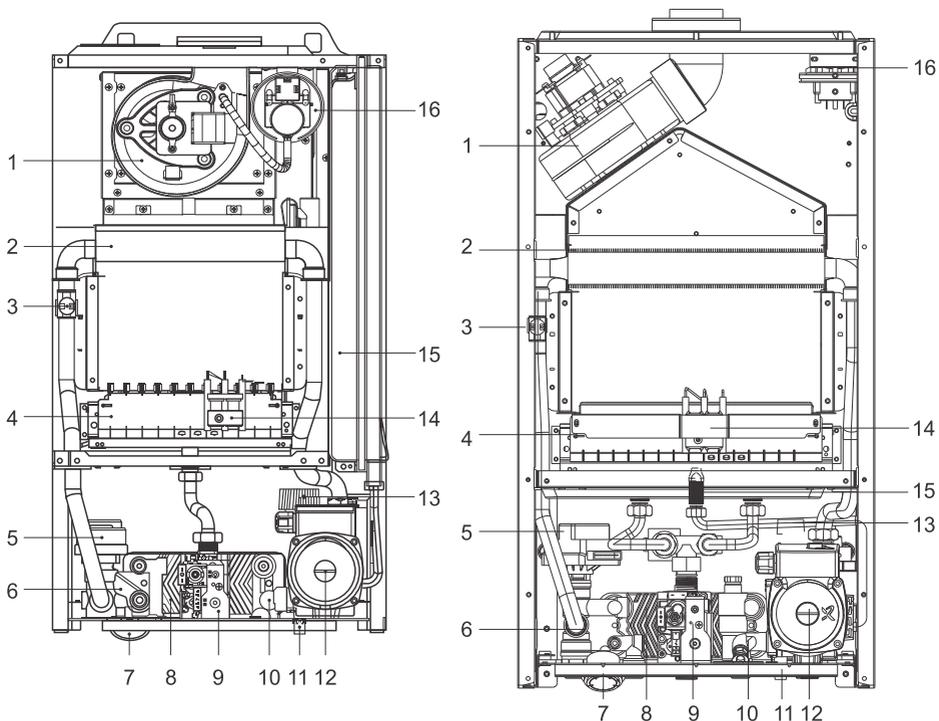

Рис. 2
3.5.1 Модель с пластинчатым теплообменником ГВС (рис. 2)